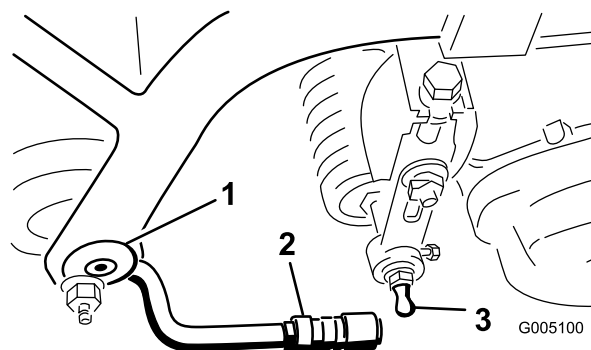

Bild 11
2. Bringen Sie an jedem Ende der vorderen Rolle der Mähwerke jeweils eine Scheibe und einen Kugelbolzen an (Bild 11).
4. Schieben Sie die Hülse am Kugelgelenk zurück und drehen die Zugarme so nach unten, dass der Sechskantschlüssel über den Kugelbolzen passt. Lösen Sie die Hülse, sodass sie über den Bolzen geht und die Teile miteinander verbindet (Bild 11).